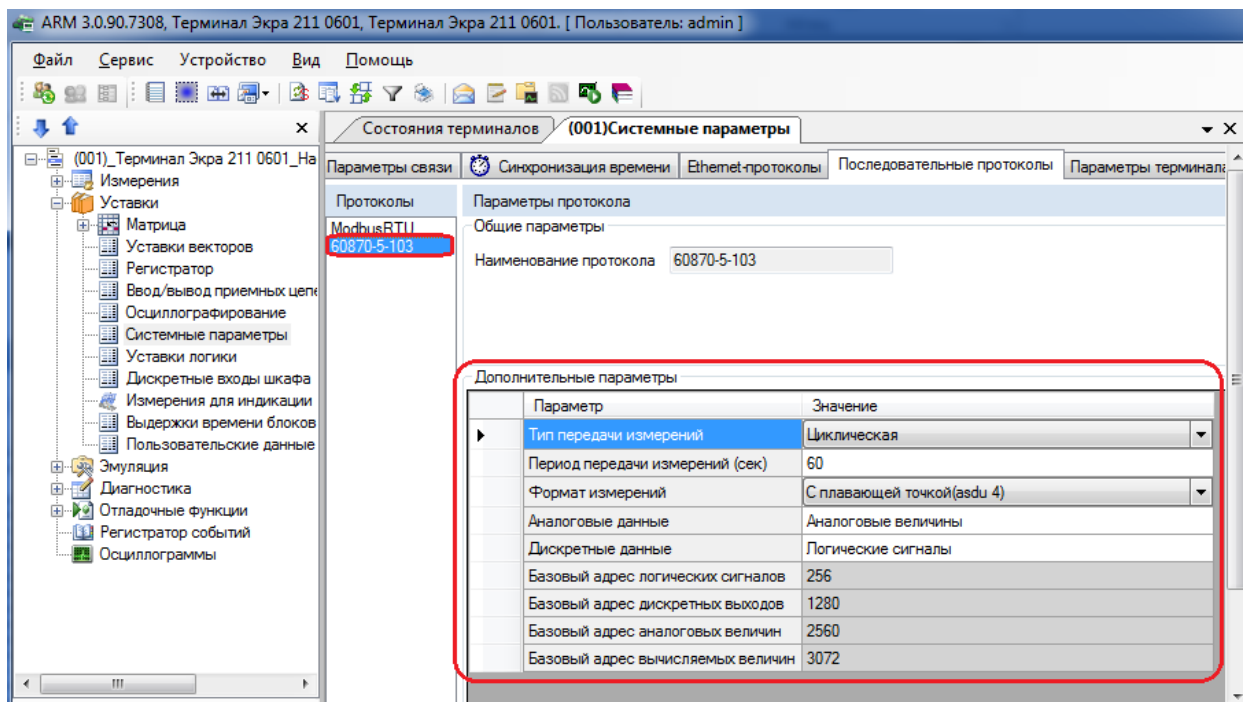

Рисунок 2.79
**Дополнительные параметры протокола 60870-5-103** (см. рисунок 2.79)